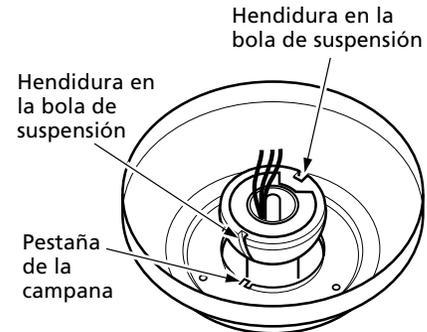

Figura 6b - Pestañas de la campana y hendiduras en la bola de suspensión
3. **Para los montajes estándar y en ángulo solamente:** Además de los subpasos 1 y 2, levante la caja del ventilador hacia el techo y gire el ventilador hasta que cada pestaña de la campana se enganche en una de las hendiduras de la bola de suspensión, como se muestra en la Figura 6b.